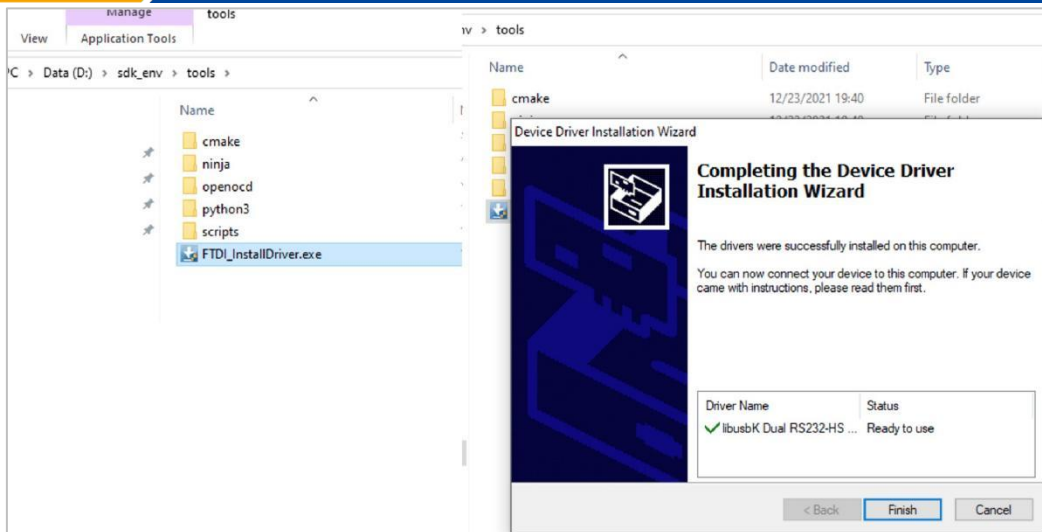

图 4: 安装FTDI 驱动
3. 运行sdk\_env\tools\FTDI\_InstallDriver.exe 以安装可用于调试的FT2232 驱动, 如图4所示。